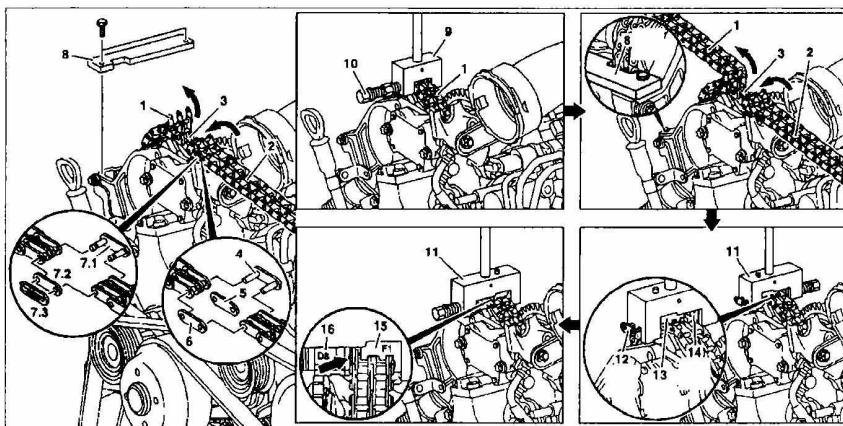

Рис. 19. Замена цепи привода распределительных валов:
2. Отсоедините старую цепь 1 (рис. 19).